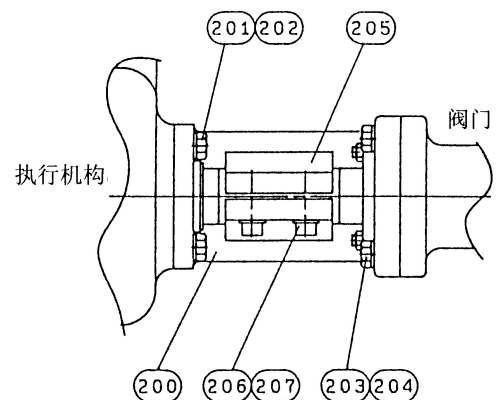

图 10-1.
- 按图 10-1 要领，用内六角螺栓和弹簧垫圈拧紧连接件。如果拆卸时有调整输出轴与阀杆方头大小的垫片，此时请注意安装。